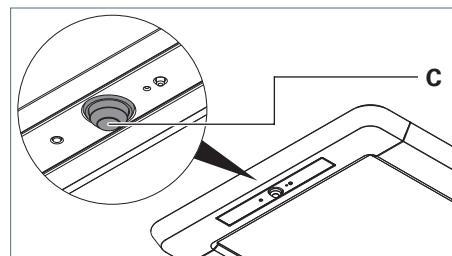
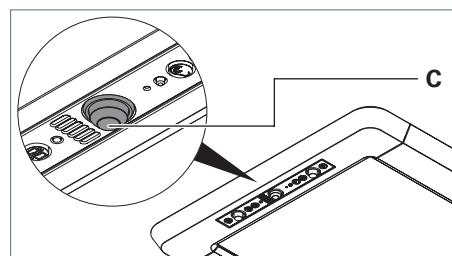

Fig. 31: PIR Sensor, Ausführung R.
Fig. 32: PIR Sensor, Ausführung RX.
- ▶ Stellen Sie den Kugelkopf **C** des PIR Sensors in die gewünschte Richtung, siehe Fig. 31 und siehe Fig. 32.